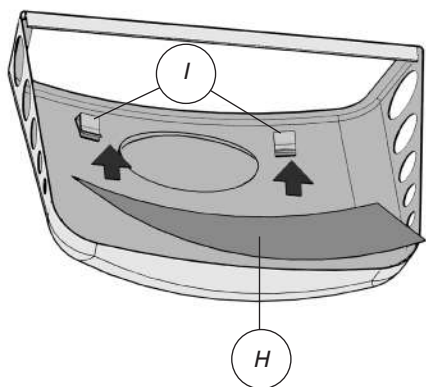

Fig. 5
8. Inserire la carta collante **(H)** nel suo alloggiamento, nella parte interna del coperchio: rimuovere la pellicola protettiva e posizionare la carta centralmente, agganciandola con le pinzette di fissaggio **(I)** (fig. 5).
8. Place the sticking paper **(H)** into position; remove the protective film from the paper, and place it centrally on the cover and slide it into the fixing grippers **(I)** (fig. 5).